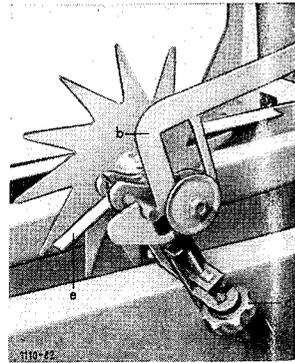

Bild 15
**Ballenlänge** durch Drehen der Sterngriffmutter d **einstellen** (Bild 15): je tiefer der Bügel b, desto länger die Ballen und umgekehrt.
**Binder sichern** (Bild 15): Riegel e nach oben schwenken, durch Schlitz nach außen ziehen und wieder nach unten drehen.